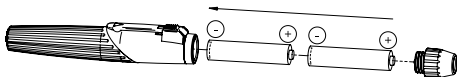

Fig. 3
- Skrue hovedstykket (3) af, og ryst de batterier ud. Indsæt nye batterier med pluskontakten vendende mod håndtagets hoved (fig. 3).